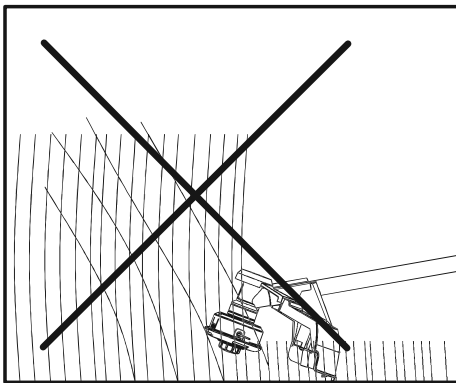
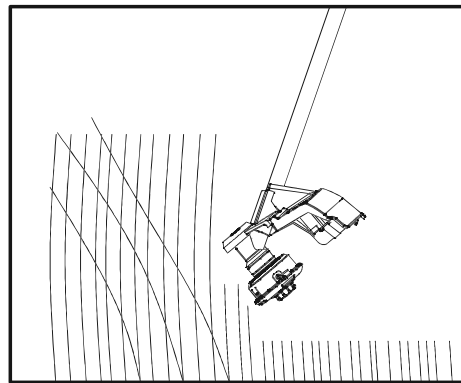

Fig. 35
Fig. 36
6. Certifique-se de que o dispositivo de corte permanece limpo e livre de cortes que possam causar o seu encravamento. Verifique regularmente. Solte o interruptor para ligar/desligar (10) e desligue o produto da bateria antes de verificar.
7. Apare a relva mais alta por fases; não corte relva alta com um só corte (Fig. 35). Para obter os melhores resultados, corte a relva mais alta por fases (Fig. 36).